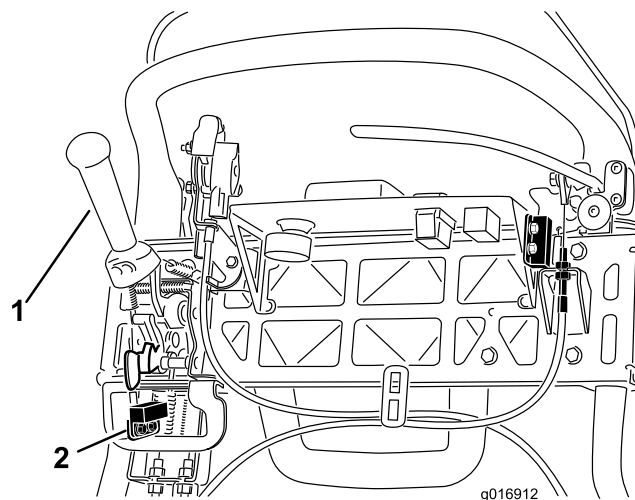

Bild 39
4. Lösen Sie die Befestigungsschrauben des Sicherheitsschalters (Bild 39).
5. Legen Sie eine 1,6 mm dicke Beilagscheibe zwischen den Fahrantriebshebel und den Sicherheitsschalter (Bild 39).